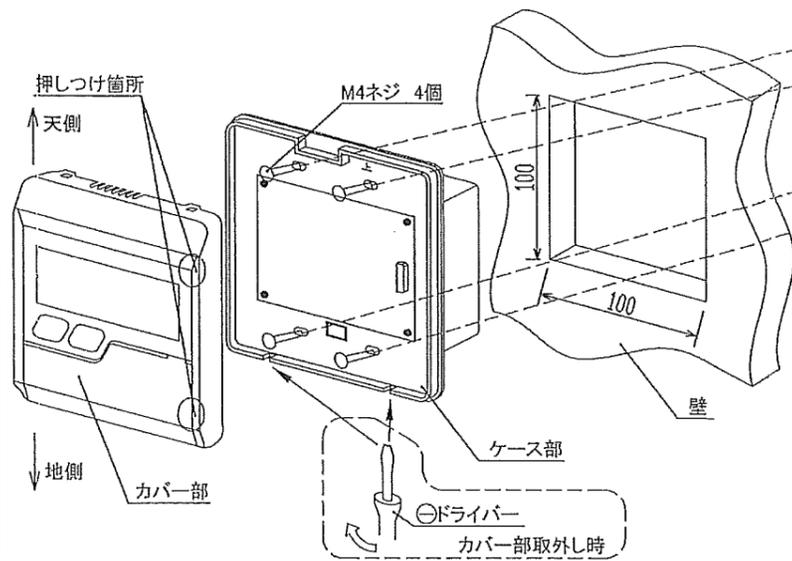

図1 取付全体図
1) 壁に縦100mm、横100mmの角穴を開けて下さい。(図1)
3) ケース部を2個用スイッチボックスに、もしくははさみ金具などを用いて壁に取り付けて下さい。(図1)
5) カバー部取外し時は、コントローラ下部の差込口に○ドライバーを差込み、カバー部側にこじって下さい。(図1、図5、写真1)